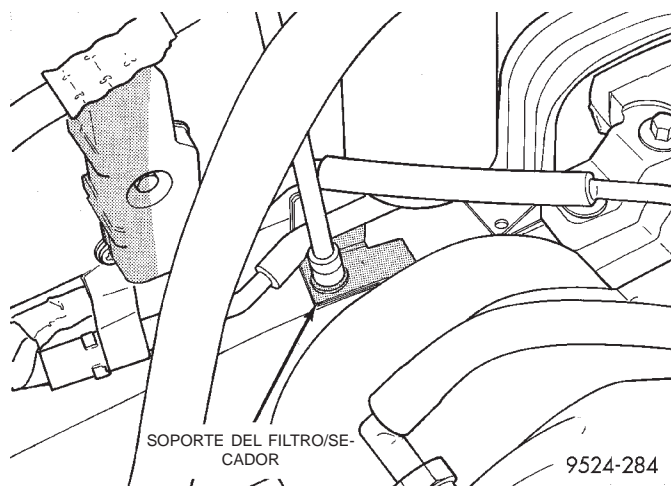

Fig. 54 Soporte del filtro/secador
(4) Retire el perno del soporte del filtro/secador que está en la base de éste (Fig. 54).
(5) Tapone la tubería de líquido y la conexión rosca del condensador mientras el sistema permanece abierto, a fin de evitar que entre humedad al mismo.